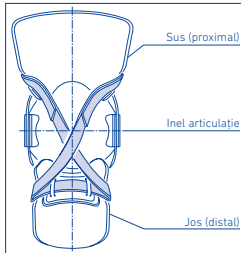

Fig. 4: Sertar posterior
- Banda încrucișată, răsucită la 180°, se introduce în banda de legare a perniței. Banda se trage prin benzile de legare de pe inelul articular distal (jos), apoi se duce încrucișată în sus (proximal), iar aici se prinde (fig.4).